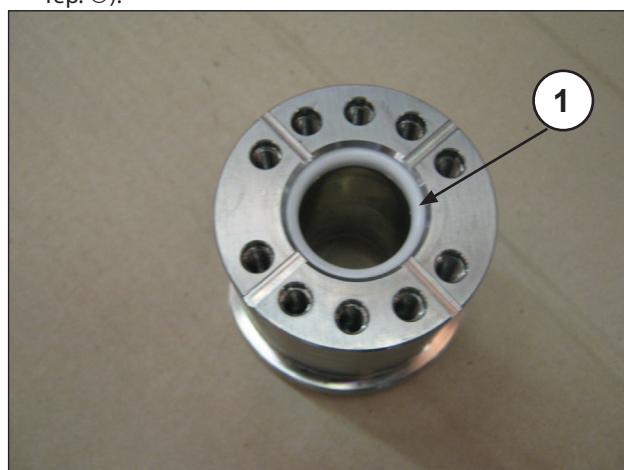

Fig. 131
- Insérer le joint d'étanchéité dans la chemise (Fig. 131, rep. ①).